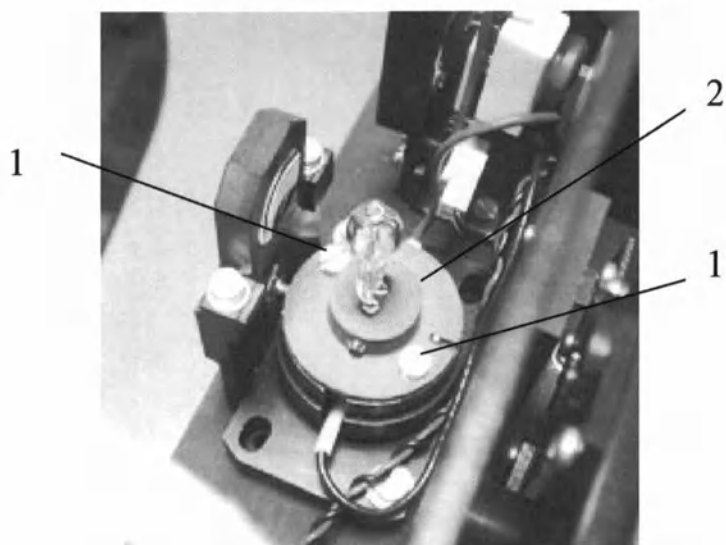

Рисунок 11.4
- открутить два винта 1 (рисунок 11.4);
- вынуть лампу с патроном 2, при необходимости поддев край патрона отвёрткой (рисунок 11.4);